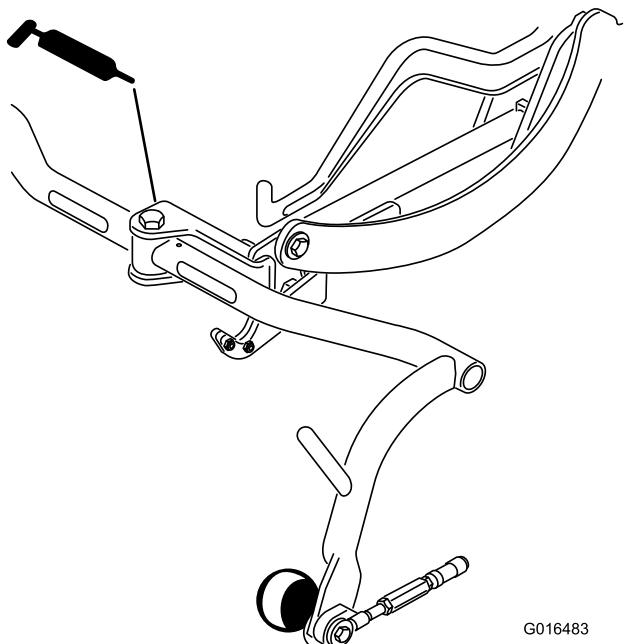

Bild 37
- Trägerrahmenscharnier (3) Bild 37